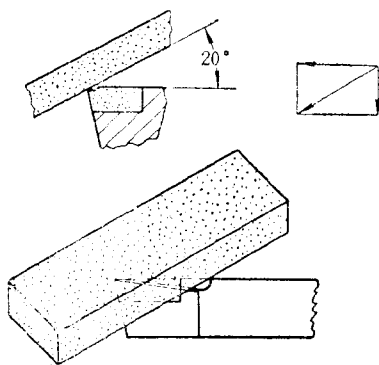

图9 背刀方法
4. 将刀放平，背磨 -20° 倒棱。为避免将刀刃背圆，油石主要应做前后运动，辅之以上下运动，见图9。